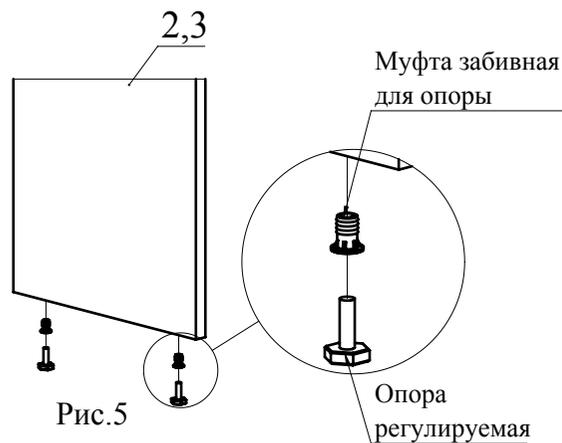

Рис.5
4. В торцы деталей 2 и 3 установите муфты забивные для опор. Вкрутите в муфты опоры регулируемые (Рис. 5).